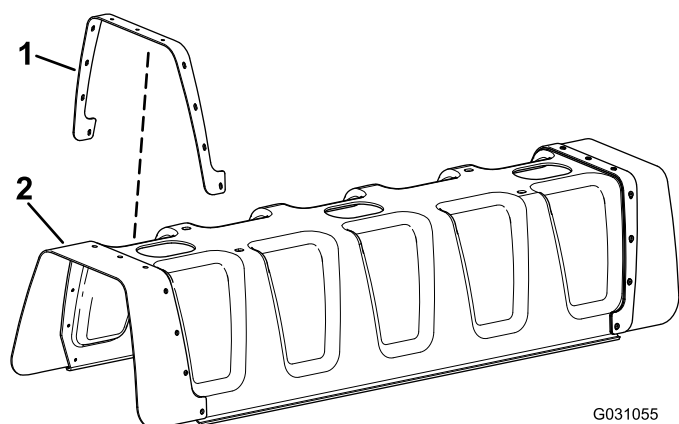

Figura 3
2. Alinhe os orifícios na placa de reforço com os orifícios na cobertura de borracha (Figura 3).